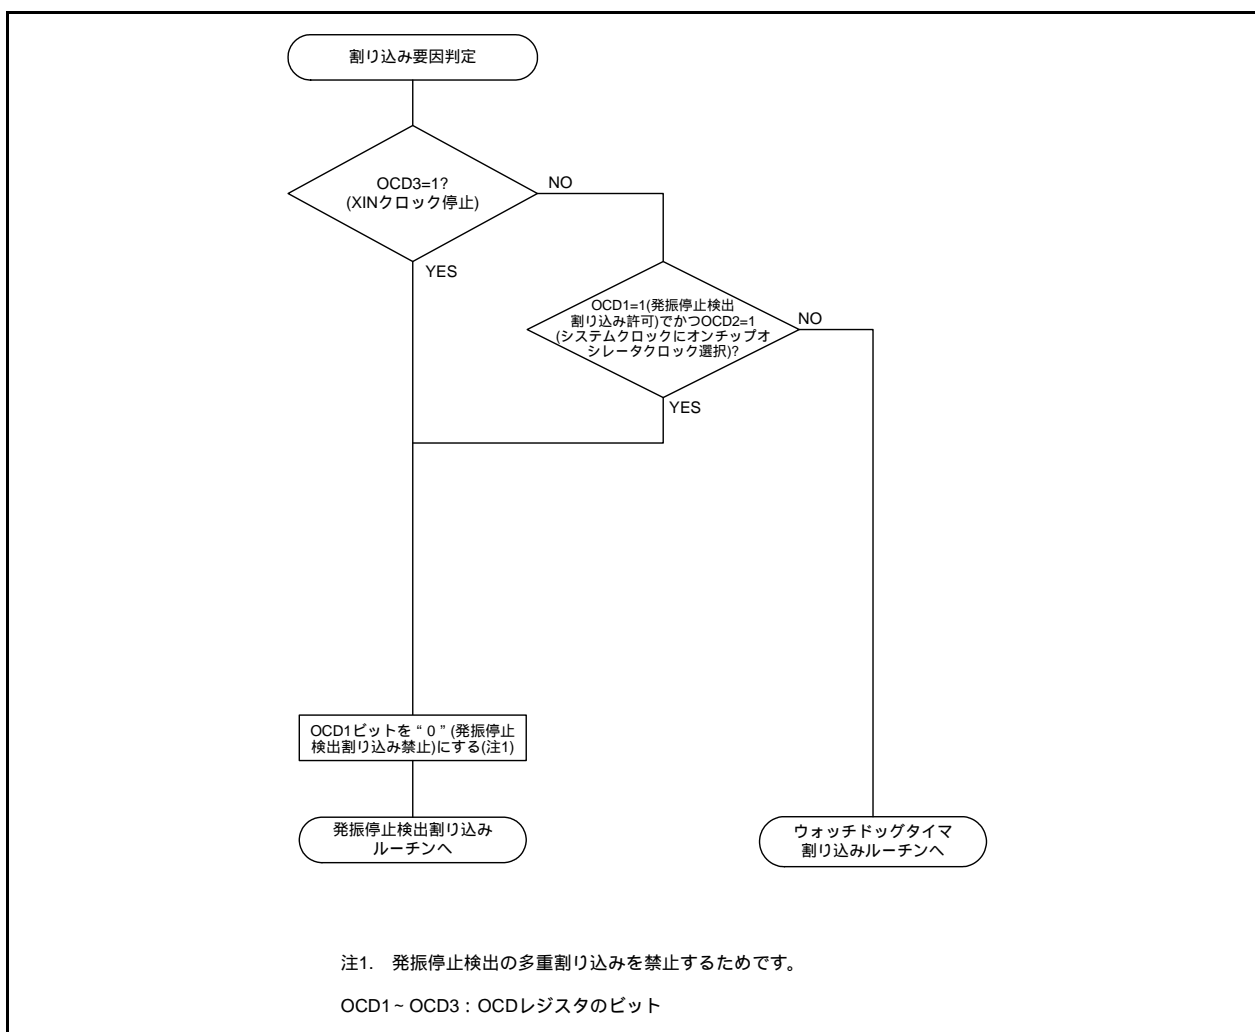

図8.6 発振停止検出割り込み、ウォッチドッグタイマ割り込みの割り込み要因判別方法例
- 発振停止検出割り込みは、ウォッチドッグタイマ割り込みとベクタを共用しています。発振停止検出割り込みとウォッチドッグタイマ割り込みの両方を使用する場合、要因の判別が必要となります。表8.3に発振停止検出割り込み、ウォッチドッグタイマ割り込みの割り込み要因の判別を示します。図8.6に発振停止検出割り込み、ウォッチドッグタイマ割り込みの割り込み要因判別方法例を示します。